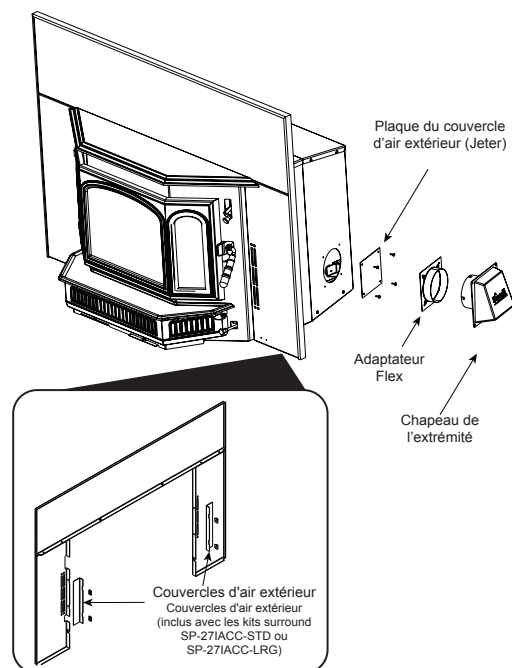

Figure 17.1
1. Retirer la plaque de couverture d'air extérieure de la boîte extérieure de l'appareil et la jeter (**Figures 17.1**).
8. Reportez-vous aux instructions fournies avec votre kit de ventilateur pour fixer le couvercle d'air extérieur rectangulaire (**Figure 17.1**).